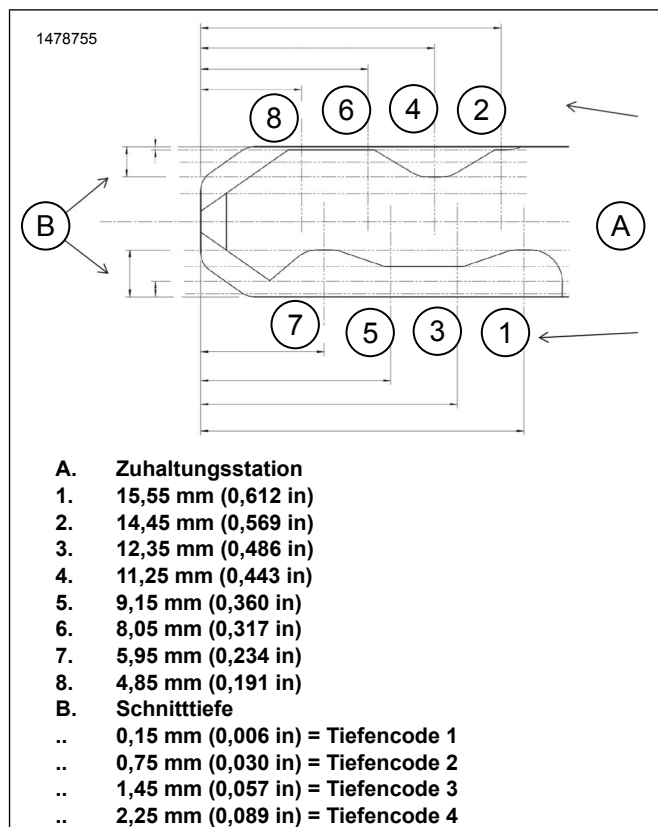

Abbildung 5. Schlüsselcode-Diagramm
Siehe Abbildung 5. Die Schlüsselstationen 1, 2, 3 und 4 werden bei diesem Schlosszusammenbau **NICHT** benutzt.
1. Siehe Abbildung 5. Die Schnitttiefen an Schlüsselstationen 5, 6, 7 und 8 am Originalausstattung (Original) -Schlüssel messen.
3. Auf Grundlage der gemessenen Schnitttiefen die Schlüsseltiefencodes aus Abbildung 5 in die Spalte „Tiefencode“ in Tabelle 3 eintragen.